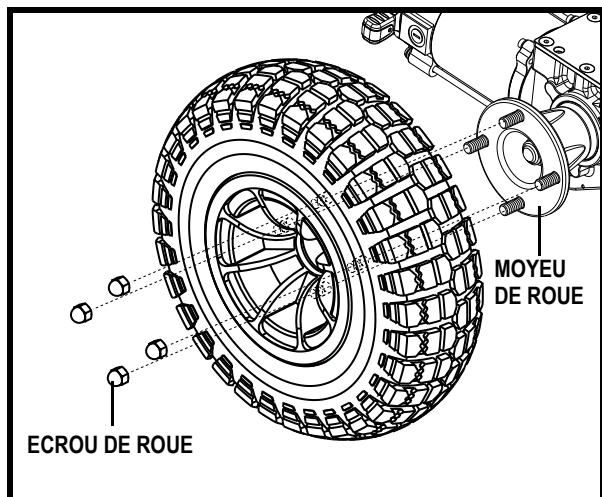

Figure 18. Roue motrice Quantum/Jazzy 1450 Serie
4. Retirez les quatre (4) écrous de roue du moyeu. **Voir la figure 18.**